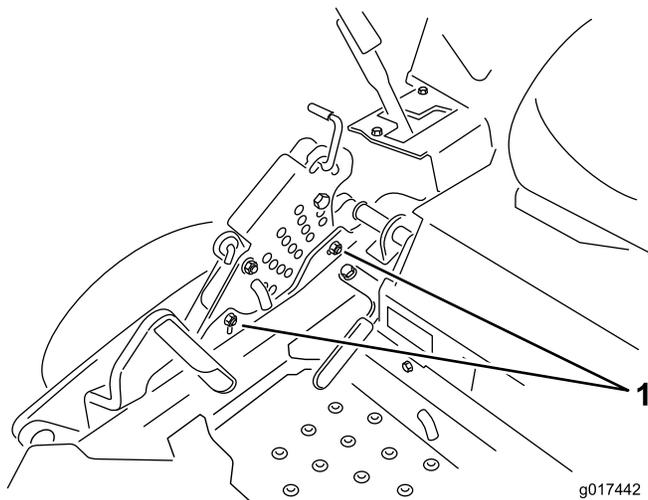

Figura 74
12. Para ajustar el sistema de ajuste de un solo punto, afloje los dos pernos situados cerca del borde inferior de la pletina de altura de corte. Consulte Figura 74.
14. Apriete los dos pernos situados cerca del borde inferior de la pletina de altura de corte (Figura 74). Apriete a 37-45 N-m.